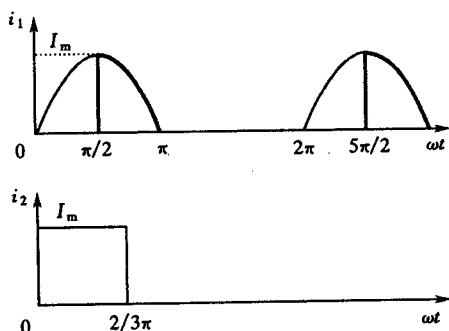

图 1-3 例题 1.2 图
**例题 1.2** 图1-3为流过晶闸管中的电流波形,其峰值为  $I_m$ 。
**解:**(1) 平均值与有效值。